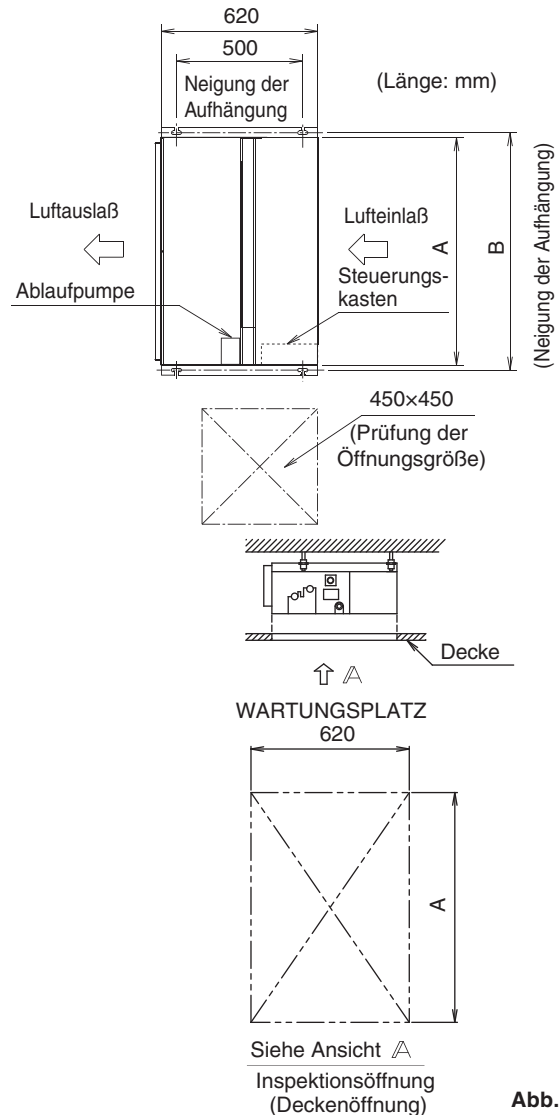

Abb. 2
(1) **Vergewissern Sie sich, dass die Positionen der Abhängebolzen mit den Haken am Gerät übereinstimmen. (Siehe Abb. 2)**